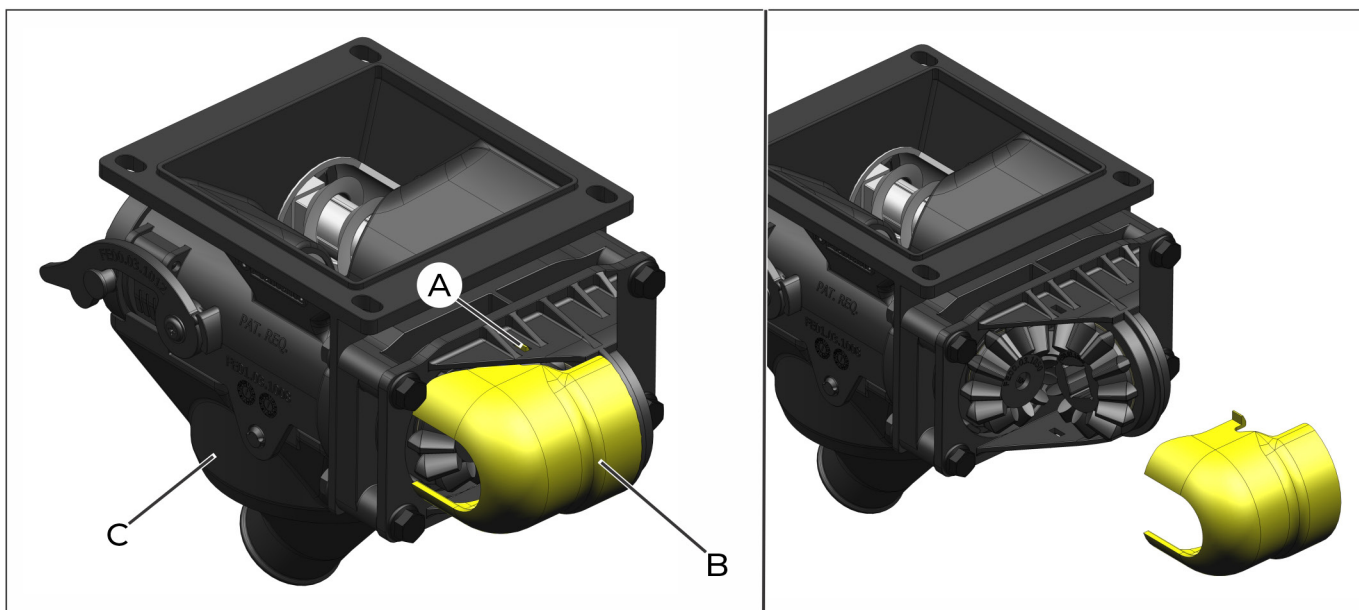
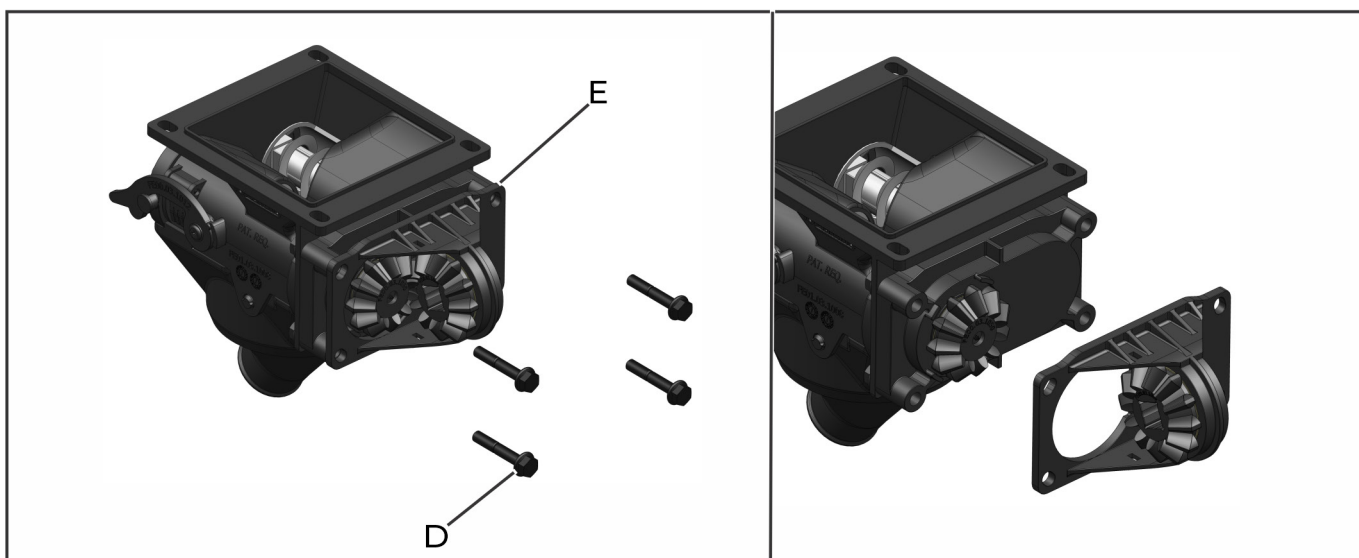

fig. 67
fig. 68
Para realizar la limpieza, el mantenimiento o la sustitución de los rodillos y de los componentes de la transmisión del cojinete, presione la muesca (A) (fig. 68) de la tapa delantera (B) (fig. 68) para retirarla del dosificador (C) (fig. 67).